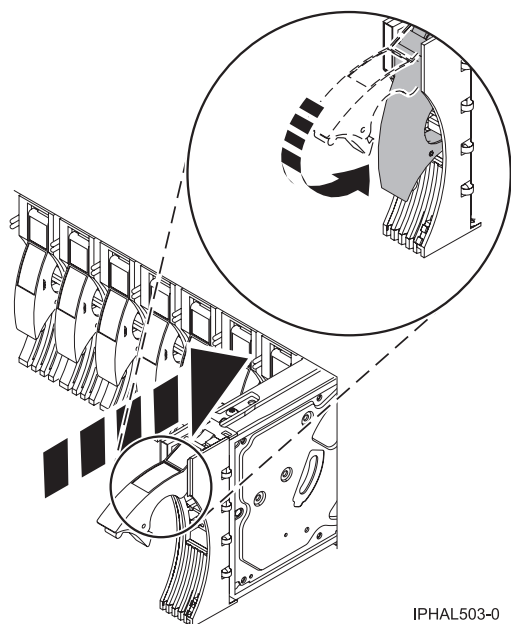

Figura 36. Instal·lació d'una unitat de disc en un model or 7311-D20
10. Feu lliscar completament la unitat de disc dins de la unitat de sistema o d'expansió i després fixeu-la empenyent la nansa de la unitat de disc, com es mostra a la Figura 36 a la pàgina 54.